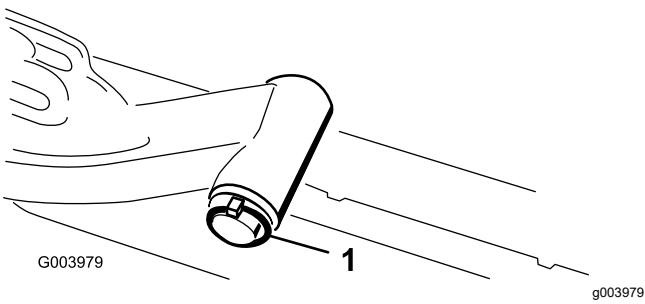

Bild 11
- A. Nehmen Sie den Klappstecker und die Scheibe ab, mit denen die Gelenkwelle des Hubarms am Hubarm befestigt ist. Schieben Sie die Gelenkwelle des Hubarms aus dem Hubarm (**Bild 11**).